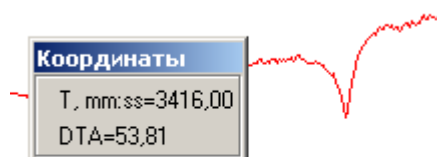

Рисунок 19 — Окно координат курсора на графике
- «Mst. Window»— позволяет отобразить окно, в котором показываются координаты курсора на графике (см. рисунок 19);